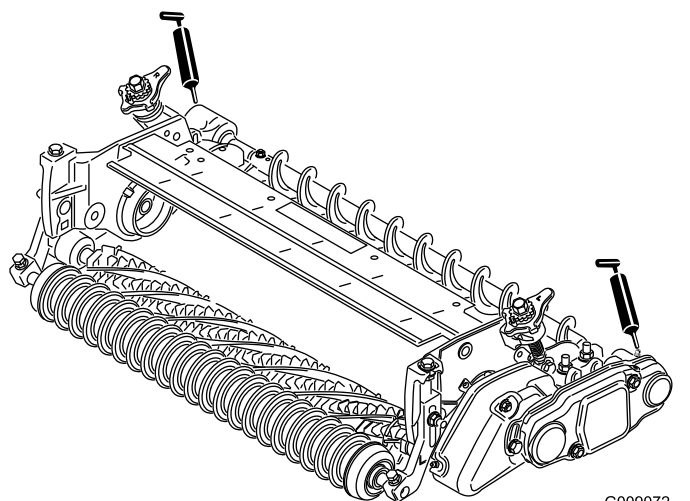

Figure 35
27. Lubrifiez les graisseurs de chaque logement de roulement de la brosse de rouleau et du reste de l'unité de coupe avec de la graisse universelle au lithium n° 2. (Figure 35).